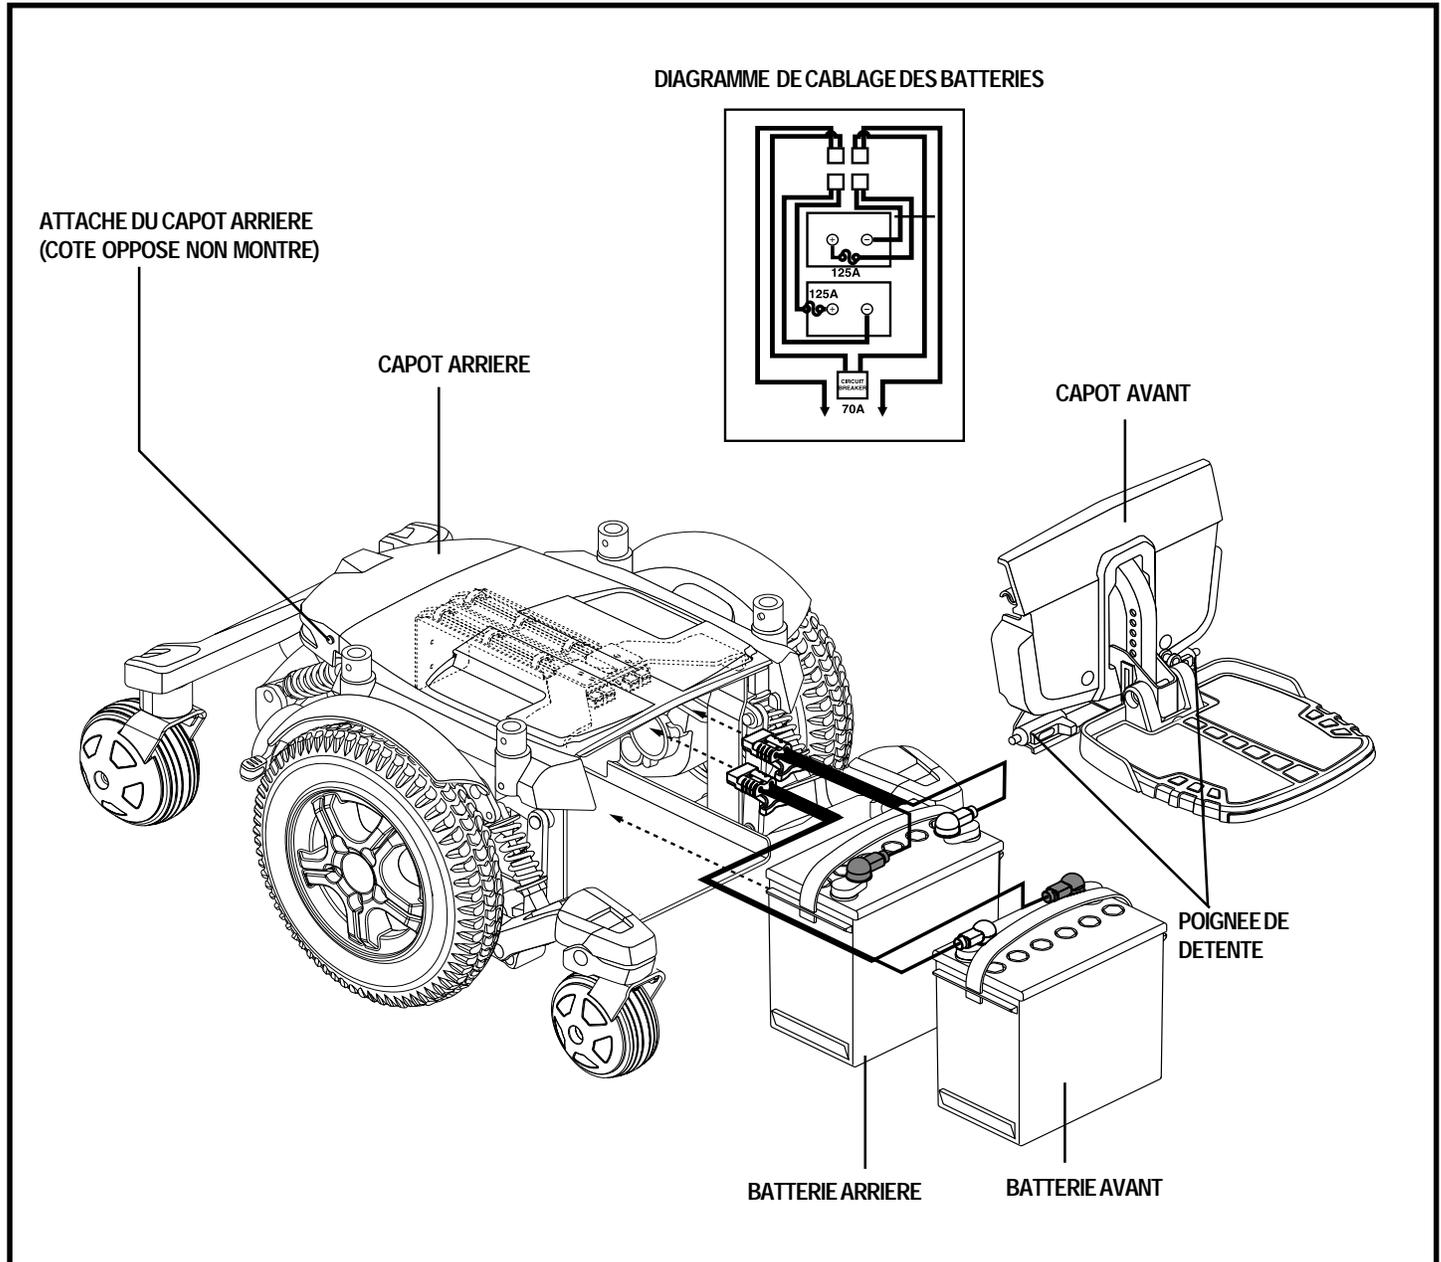

Figure 36. Installation des batteries
3. Retirez le plateau du repose-pieds en comprimant les poignées de détente (voir la figure 36) et en soulevant le plateau.
7. Installez le fil sur la batterie avant selon le diagramme de branchement. Voir la figure 36.
8. Installez le fil sur la batterie arrière selon le diagramme de branchement. Voir la figure 36.